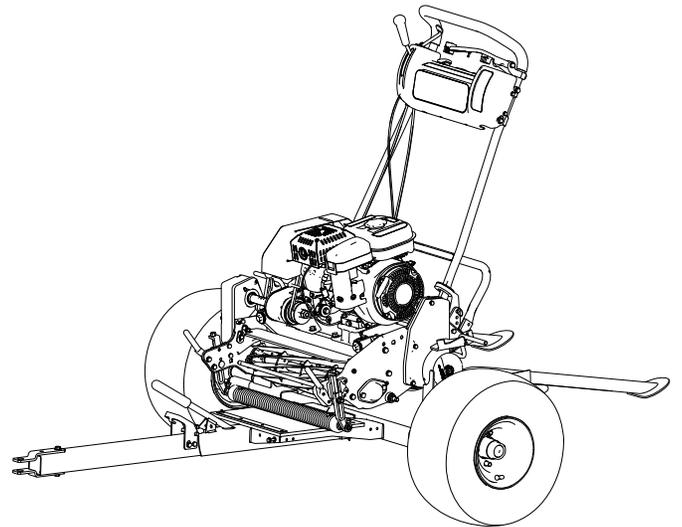

Figure 12
- Enlevez le bac de la tondeuse, désengagez l'entraînement du cylindre et placez la commande d'accélérateur en position bas régime. Conduisez la tondeuse **lentement** sur la remorque jusqu'à ce qu'elle atteigne les butées de roues (Figure 12).